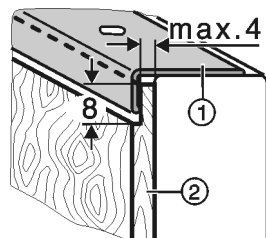

Fig. 40
- Hrubšie dekoračné dosky Fig. 40 (2) odstupňujte podľa obrázka na hrúbku maximálne 4 mm.